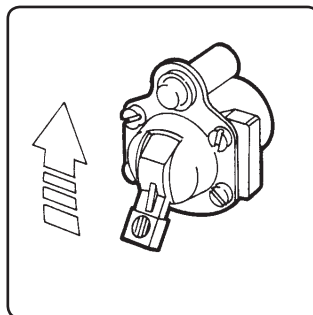

fig. 6.7.2
- 2** Inserire la presa di forza tramite l'apposito deviatore pneumatico (normalmente in cabina) azionando la frizione (fig. 6.7.2). Nel caso d'innesto meccanico la leva è dietro il posto guida. Nel caso di installazione con motore ausiliario avviare la centralina idraulica.
- 2** Engage the PTO by means of the appropriate pneumatically operated switch (normally located in the cab), operating the clutch (fig. 6.7.2). With a mechanical coupling system, the lever is behind the driving seat. If the installation includes an auxiliary engine, start up the hydraulic power unit.